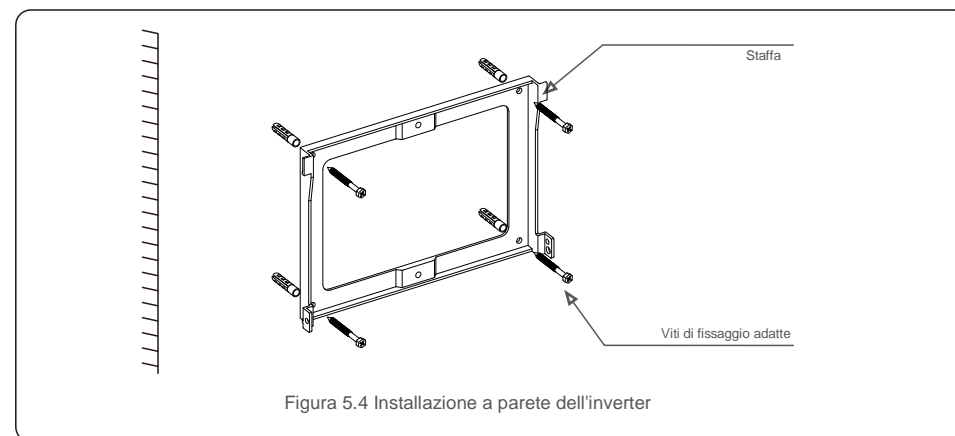
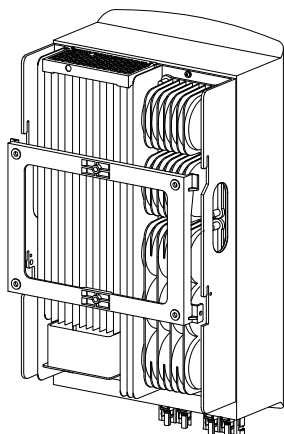

Figura 5.4 Installazione a parete dell'inverter
Figura 5.5 Installazione dell'inverter
Fare riferimento alla figura 5.4 e alla figura 5.5. L'inverter deve essere installato in posizione verticale. Di seguito sono elencati i passaggi per l'installazione dell'inverter.
1. Come illustrato in Figura 5.4, i fori per i bulloni a espansione in base al diametro del foro della staffa (ST6.3 * 60 viti autofilettanti a testa esagonale a croce, HJ0108 10*50 mm tasselli tubolari a espansione), realizzati con il trapano a percussione da 10 mm, devono rimanere perpendicolari alla parete, i fori devono risultare perpendicolari alla parete e la profondità di tutti i fori deve essere di 60 mm.
2. Assicurarsi che la staffa sia in posizione orizzontale e che i fori di installazione (illustrati in figura 5.4) siano contrassegnati correttamente. Praticare i fori nel muro in corrispondenza dei segni.